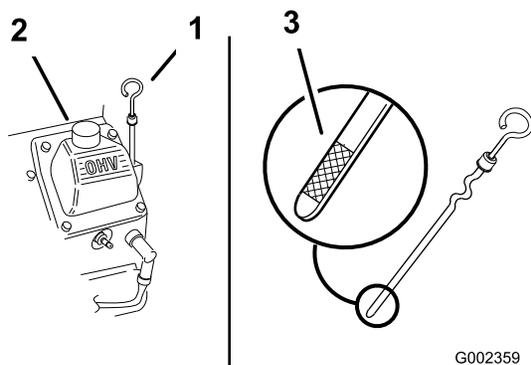

Figura 16
3. Limpe a zona em redor da vareta de óleo (Figura 16), para evitar que entre sujidade no orifício e possíveis danos no motor.
4. Retire a vareta do óleo e limpe a extremidade (Figura 16).
5. Deslize a vareta para dentro do tubo, mas não enrosque (Figura 16).
6. Coloque lentamente cerca de 80% da quantidade de óleo especificada no bocal de enchimento do óleo (Figura 16).